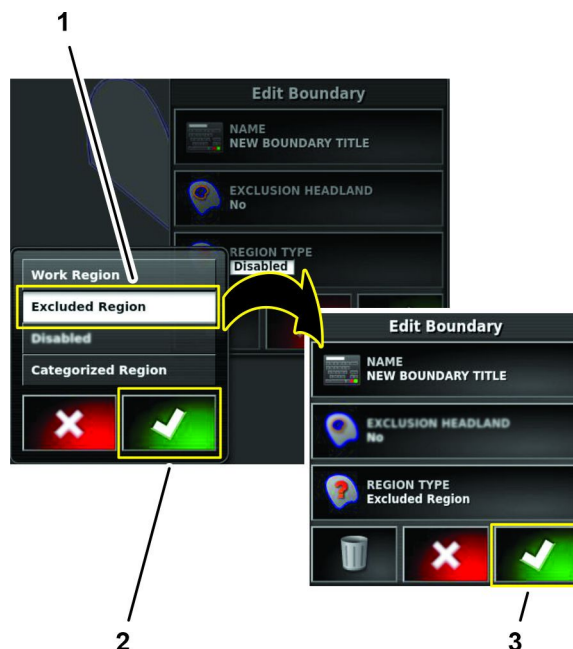

図 62
3. 境界編集ダイアログボックスの中で、承認アイコンを押す 図 62。
2. 領域の種類ダイアログボックスの中で、除外領域アイコンを押し、承認アイコンを押す 図 62。